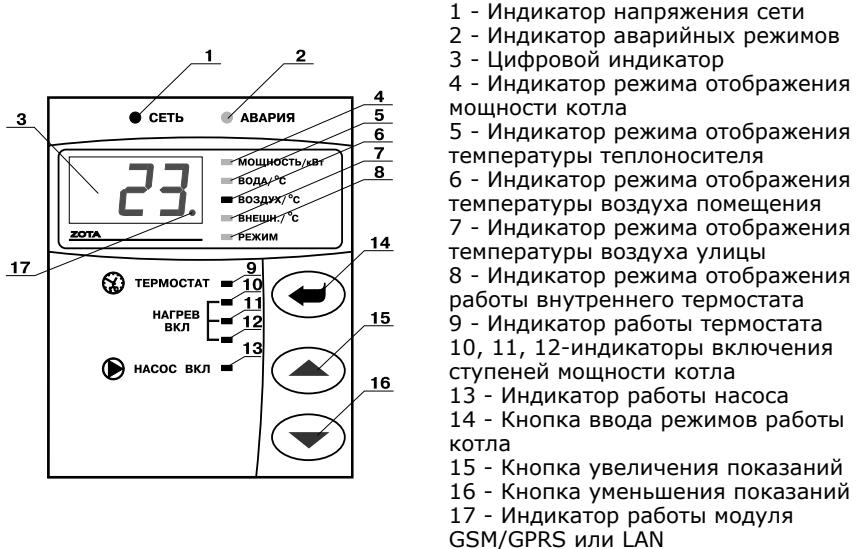

Рис.2 Расположение органов управления на передней панели
- 7.7. С помощью кнопок, обозначенных символами \triangle и ∇ , можно изменять отображаемую на цифровом индикаторе информацию. При нажатии этих кнопок, на индикаторе последовательно отображаются текущие значения: максимальная мощность котла, температура теплоносителя, температура воздуха в помещении, температура воздуха на улице, режим работы внутреннего терmostата. Каждое нажатие сопровождается коротким звуковым сигналом. При этом светятся индикаторы (4), (5), (6), (7), (8), Рис.2 соответственно, указывая на отображение текущей величины.